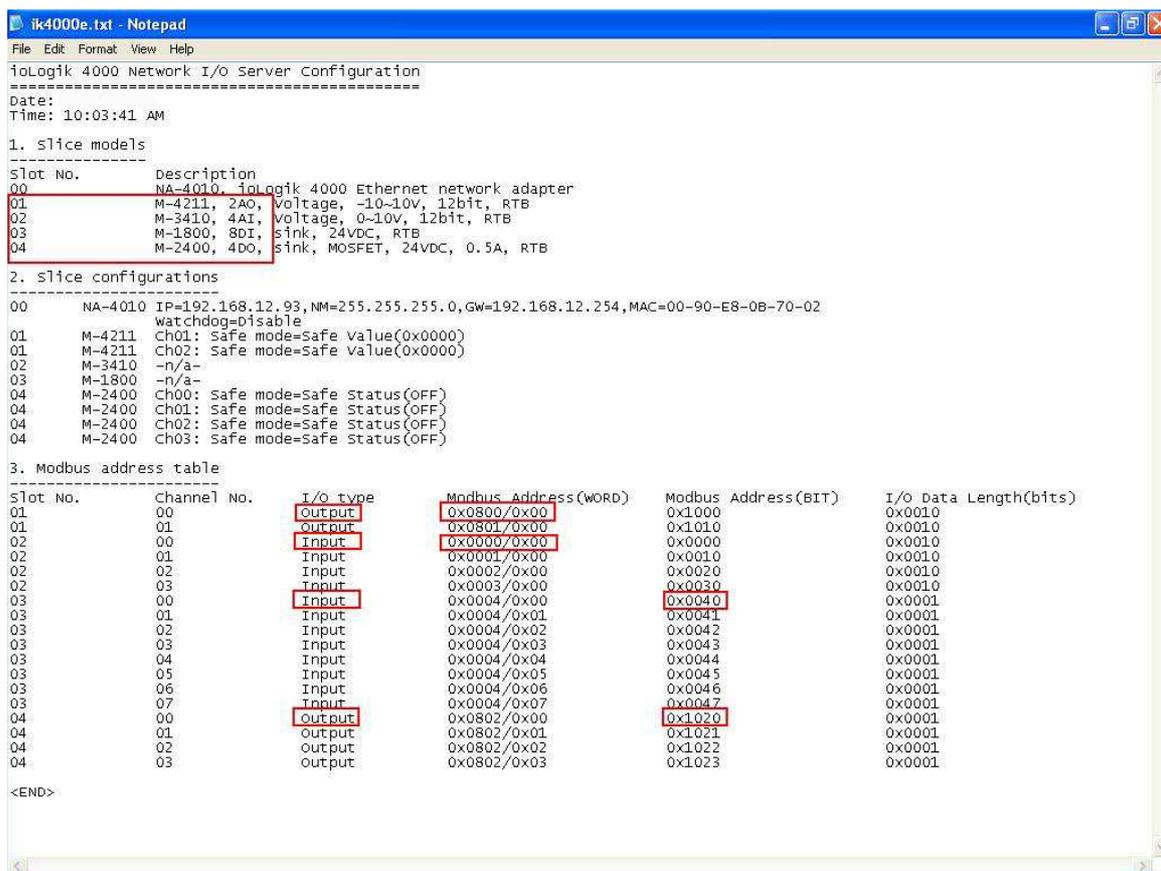

Рис.2
1.2 Откройте сохраненный файл (Рис.2). В нем содержится информация о самом устройстве, установленных модулях (Таблица 1) и таблица Modbus-адресов (Таблица 2):